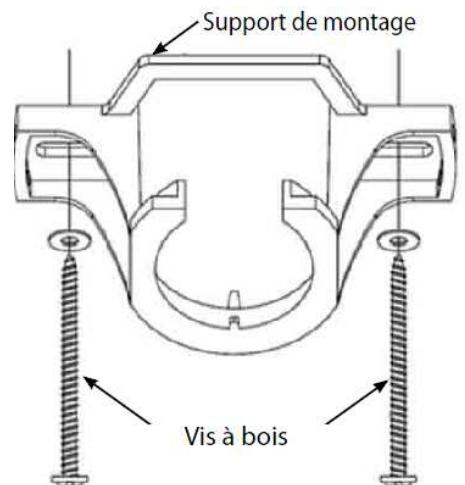

Figure 2
- Installez le support de montage (Figure 2) en le fixant sur une solive de plafond à l'aide des longues vis fournies. Assurez-vous que 40mm Figure 2 au moins de la vis soit vissée dans le support.